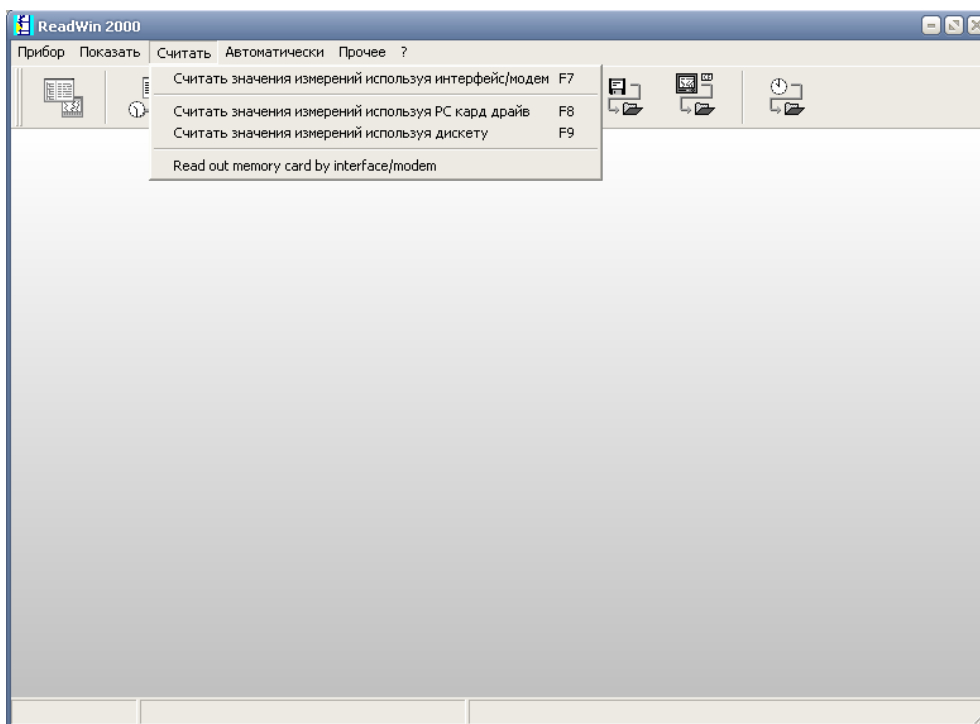

Рис.12
3.2.Закладка «Считать» (Рис.12)